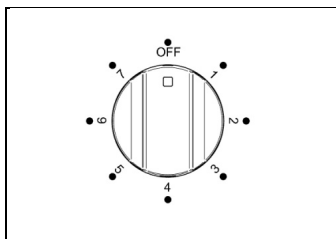

Fig 20A
- 2 Ruotare in posizione 7 la manopola di controllo grill (Fig.20A-20B) in senso orario per arrivare al massimo della potenza. La luce rossa del termostato si illuminerà. Per ottenere un miglior risultato è necessario preriscaldare il grill per 3-5 minuti.